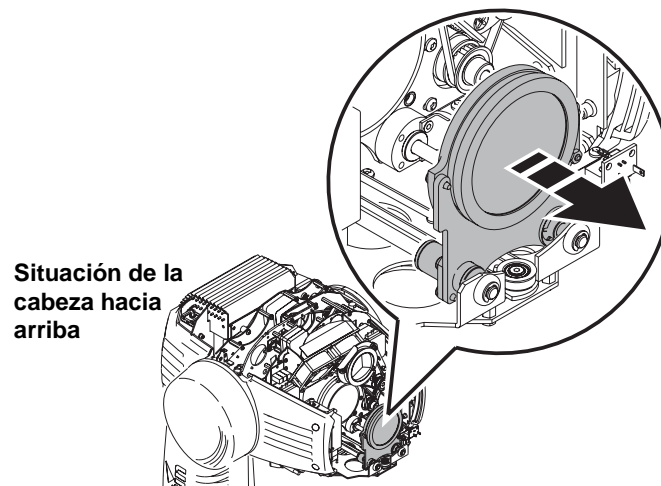

Figura 15: Mover el mecanismo de zoom hacia adelante
4. Situar la cabeza de manera que se tenga acceso al interior desde la parte superior. Cogiendo el sistema de zoom por su base, deslizarlo hasta su límite delantero máximo como muestra la Figura 15.